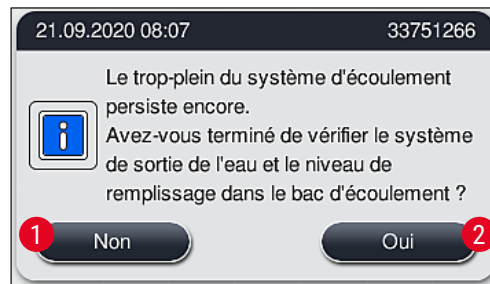

Fig. 126
- Au bout de 5 minutes et après avoir effectué d'autres tentatives de nettoyage tandis que l'obstruction persiste, un message (→ "Fig. 126") à l'écran indique à l'utilisateur que le niveau d'eau est toujours trop élevé. En appuyant sur **Non** (→ "Fig. 126-1"), l'utilisateur peut prolonger le temps d'attente de 5 minutes supplémentaires pour effectuer d'autres tentatives de nettoyage. Si les autres tentatives de nettoyage dans ce deuxième intervalle aboutissent, la situation est résolue comme décrit sous 1. Si les mesures de nettoyage nécessitent davantage de temps, appuyer sur **Non** (→ "Fig. 126-1"). L'intervalle peut être répété plusieurs fois. Si l'obstruction ne peut être dégagée malgré toutes les tentatives de nettoyage, appuyez sur **Oui** (→ "Fig. 126-2") pour démarrer un processus d'abandon contrôlé, voir les sections 3 et 4 ci-après.